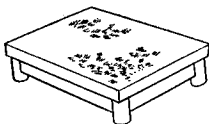

图 1-2-4 划线平台
(2) 划线平台(又称划线平板,见图1-2-4)由铸铁制成,工作表面经过精刨或刮削加工,作为划线时的基准平面。划线平台一般用木架搁置,放置时应使平台工作表面处于水平状态。